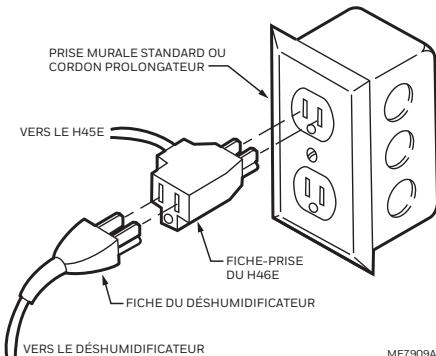

Fig. 3. Branchement de la fiche-prise du H46E.
3. Insert the dehumidifier plug into the end of the interrupter plug. See Fig. 3.
3. Insérer la fiche du déshumidificateur dans la ficheprise. (Voir Fig. 3.)